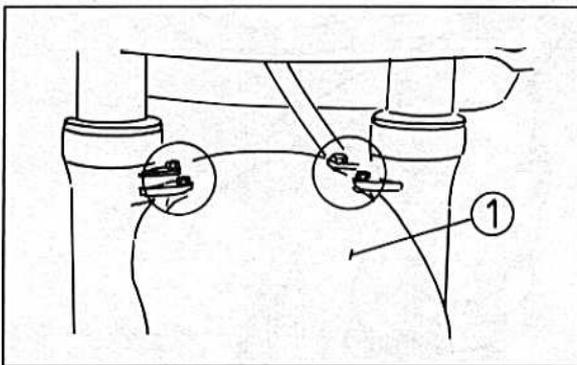

Bild 312
- Den Kotflügel vorne abschrauben (Bild 312).